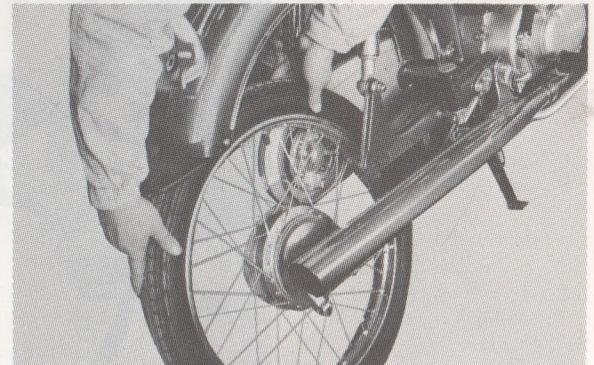

Fig. 3-13
- 4) Inclinez le cadre et enlevez la roue arrière. (Fig. 3-13)
- 4) Houd het freem schuin zodat het achterwiel er uit kan. (Fig. 3-13)